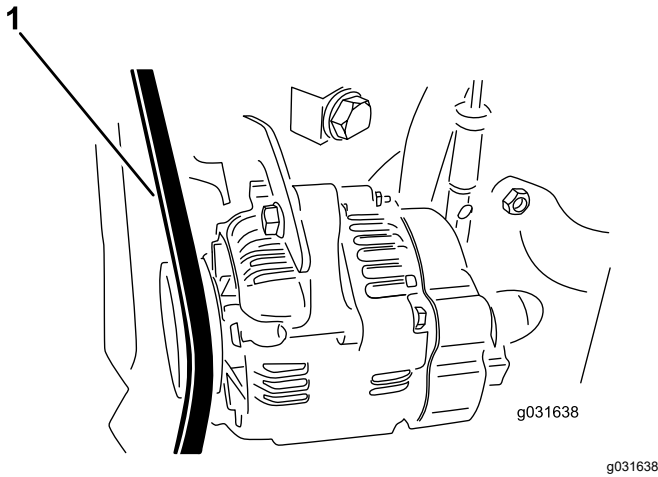

图 60
- 2. 向交流发电机皮带的两个皮带轮中间位置施加 30N 的力量图 60。